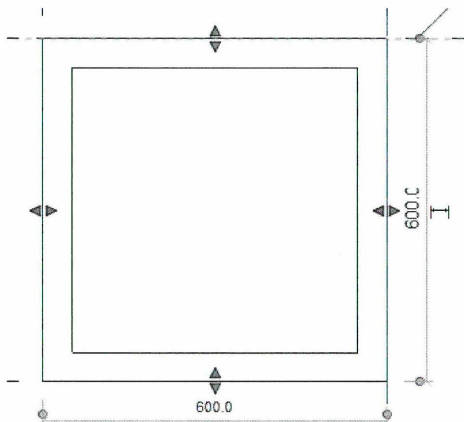

Fig. 06.71. Tegn et omruds af Masking Region.
- Tegn linier omkring boksen (Fig. 06.71).